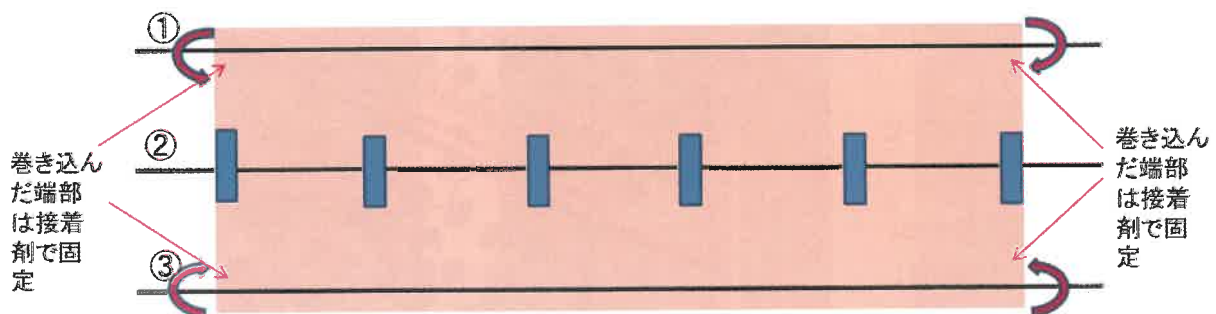

図16 光反射シートの加工方法
- 対策として、以下のように加工すると（図16）、防除の前に容易に光反射シートを折り畳むことができ（図17）、樹間の通路部をスムーズにSSなどが走行できるようになります。
①と③のマイカー線
②のマイカー線